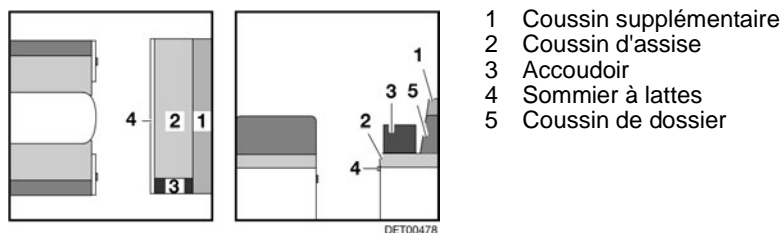

Fig. 108 Avant la transformation
- Retirer les accoudoirs (Fig. 108,3) de la banquette longitudinale et le placer de côté.